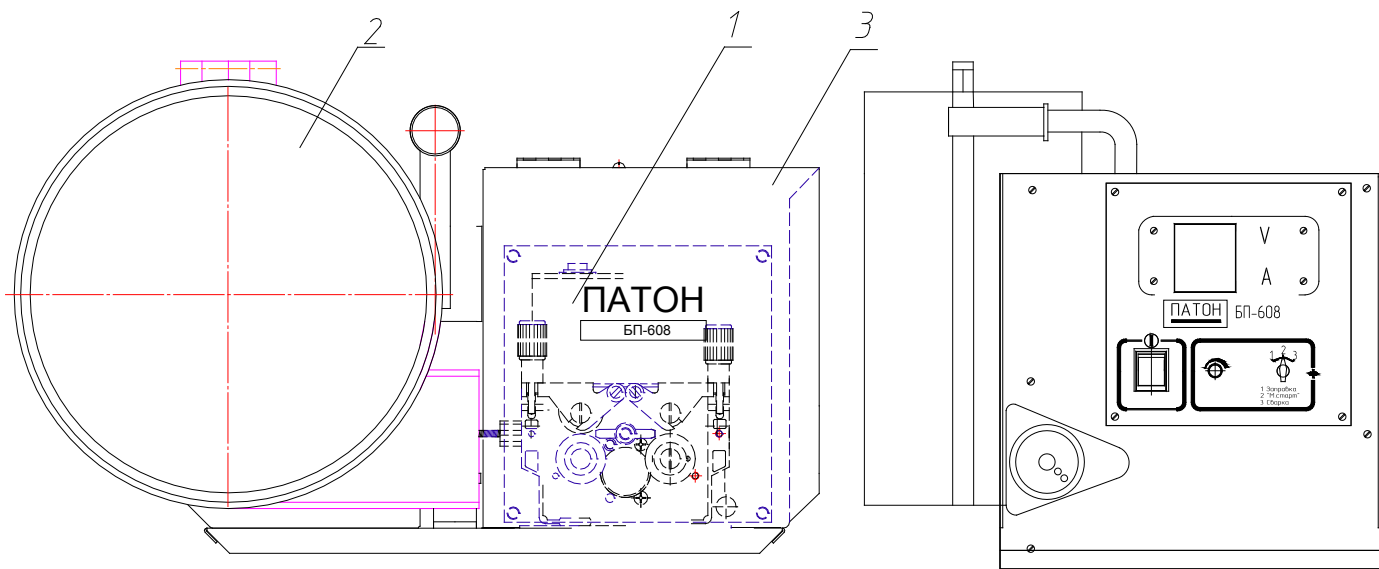

Рис.1. Общий вид
5.1. Блок подающий состоит из следующих основных узлов (см. рис. 1):